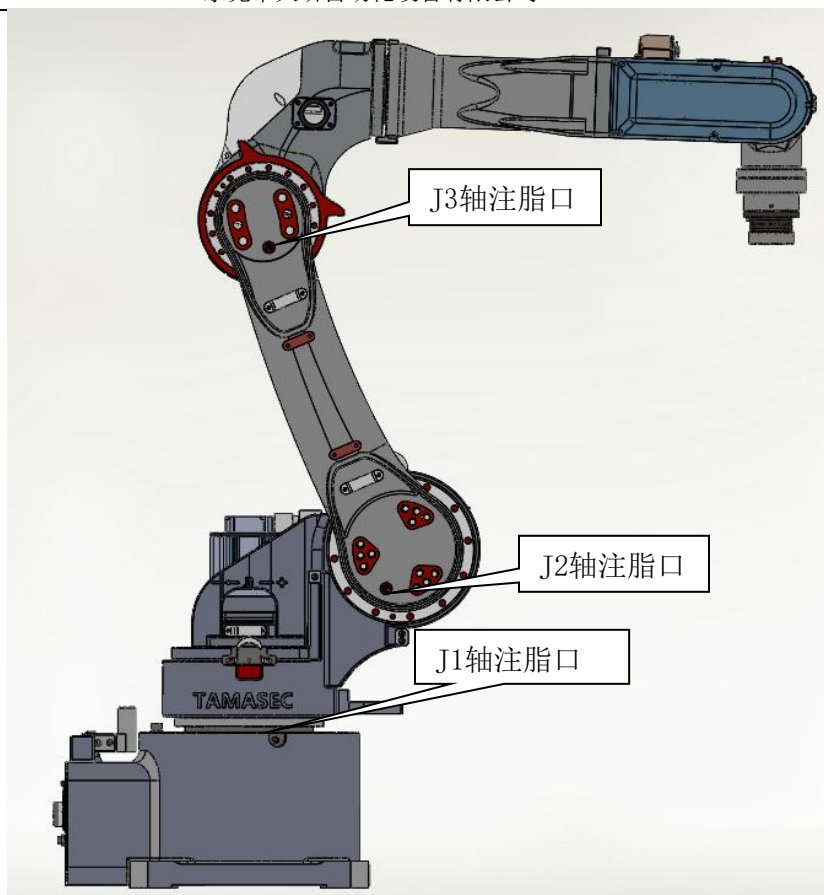

图3.1
- 3) 移去润滑油排油口的内六角螺塞 M10X1，见图 3.1、3.2。